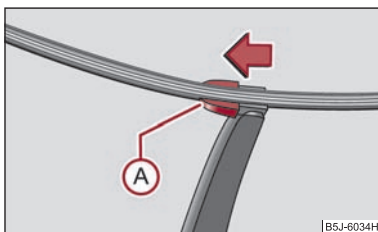

Abb. 45 Wischerblatt für Heckscheibe
- Klappen Sie den Scheibenwischerarm von der Scheibe ab und stellen Sie das Wischerblatt rechtwinklig zum Wischerarm ⇒ Abb. 45.